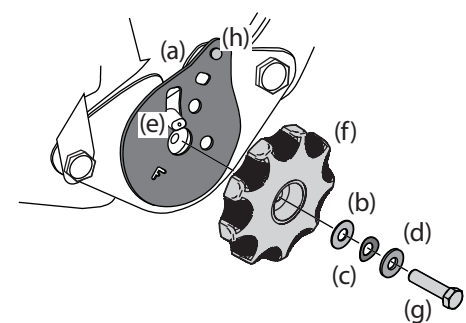

Figure 2-12
7. Prenez le dispositif de réglage du siège du sac et installez-le comme illustré sur la figure 2-12.
Note : Vérifiez que la plaque de réglage (a) est bien placée, puis installez la rondelle en plastique (b), la rondelle ondulée (c) et la rondelle métallique (d). Voir Figure 2-12. La rondelle de plastique doit être placée en premier.
8. Placez la plaque de réglage (a) sur le goujon (e). Voir Figure 2-12.